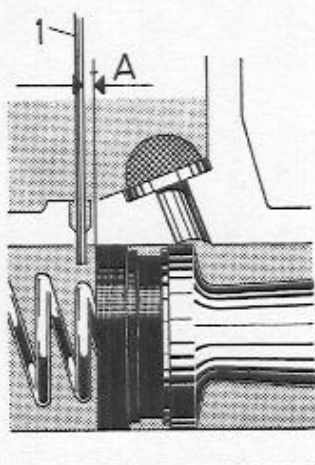

Abb. 46 Kontrolle des Ausgleichsloches
4. Kontrollieren, ob das Ausgleichloch frei ist. Mit einem 0,5 mm dicken Draht in das Loch hineinfahren, siehe Abb. 46. Der Kolben soll dabei etwa 0,5 mm eingedrückt werden können bevor der Draht festsetzt. Vorsicht, so daß die Dichtung nicht beschädigt wird. Kontrollieren, daß auch die Druckstange (5) Spiel zwischen Kolben und Scheibe hat. Das Spiel ist ca. 1 mm und ist nicht einzustellen.
5. Gummikappe (6) montieren, nachdem diese mit Fett eingefettet wurde.